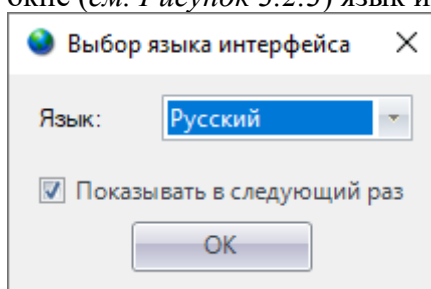

Рисунок 3.2.3
- выбрать в новом окне (см. Рисунок 3.2.3) язык интерфейса;